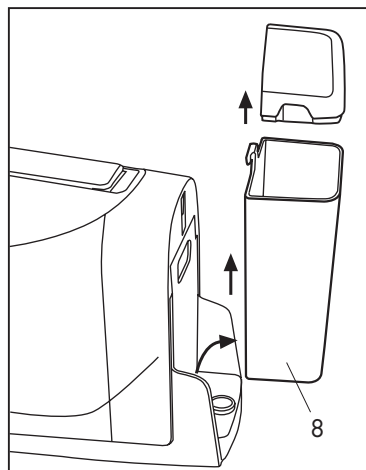

Fig. 1
- Extraiga el depósito (8) de la máquina tirándolo hacia arriba, luego quite la tapa (**Fig.1**)